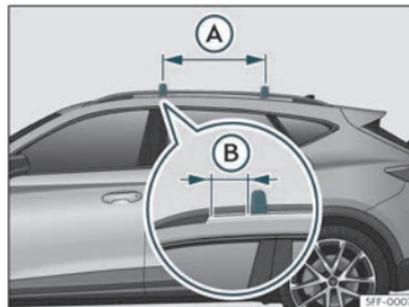

Fig. 121 Points de fixation des barres longitudinales pour la galerie porte-bagages du toit.
Les barres transversales se montent sur les barres latérales du toit. La distance entre les barres transversales » fig. 121 (A) devra être comprise entre 70 et 90 cm et la distance entre les barres transversales et les supports des barres latérales du toit (B) devra être égale à 15 cm.